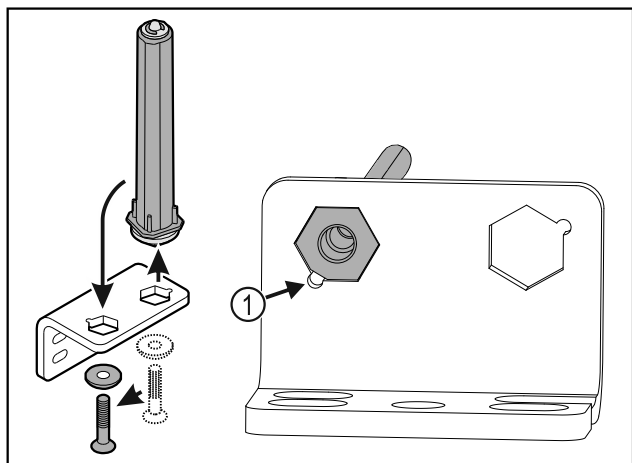

Fig. 30
- Let erop dat bij het plaatsen de boutafschuining Fig. 30 (1) naar het ronde gat wijst.